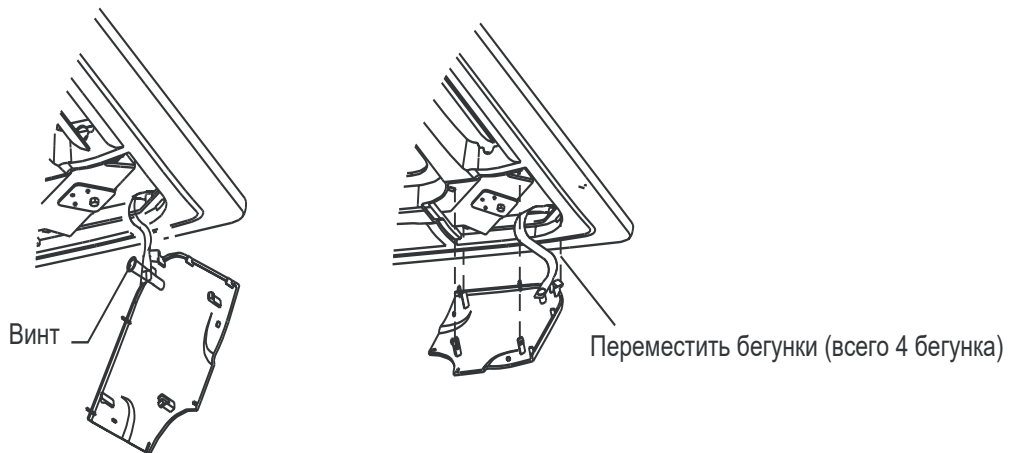

Рис.28
1. Закрепить трос угловой крышки при помощи винта угловой крышки (Рис.28).
2. Слегка вдавить крышку в панель (Рис.28).